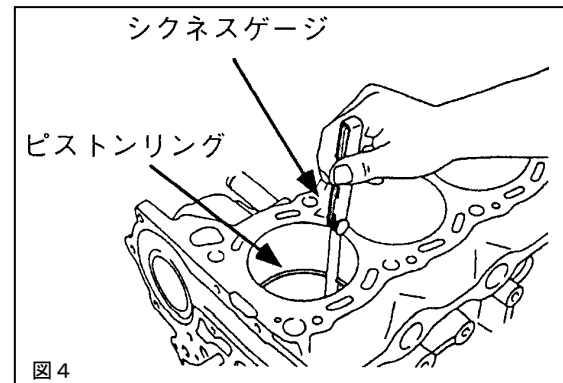

図4
5. 1 図4のようにピストンリングをポーリングされたシリンダの中間位置までピストンを利用して押し込み、シクネスゲージを用いて合い口隙間を測定してください。